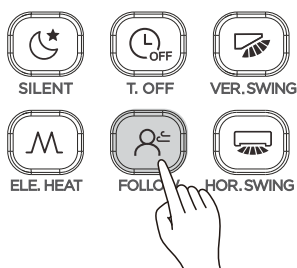

Abbildung 3.16
1) Befindet sich das Gerät in der Betriebsart Kühlen, Heizen oder Auto, drücken Sie , um die Follow Me-Funktion zu aktivieren. Auf dem Display erscheint das Symbol  (siehe Abbildung 3.16);